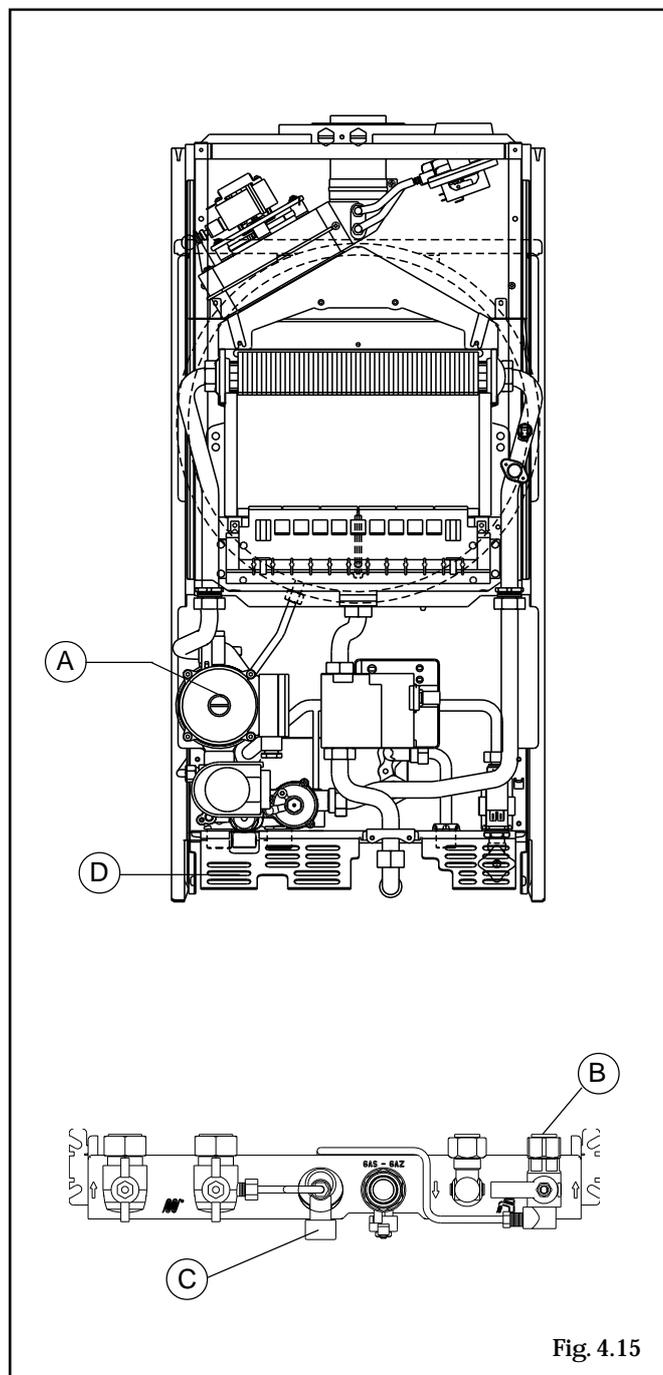

Fig. 4.15
- agir sur le levier de la soupape de sécurité (D sur la figure 4.15)
- placer le robinet d'entrée d'eau froide (B) sur la position "remplissage" (manette vers le bas) et ouvrir le petit robinet (C) du disconnecteur jusqu'à ce que la pression indiquée par le manomètre soit comprise entre 0,6 et 1,5 bar (fig. 4.15 et 4.16). Après remplissage, refermer le robinet (C) et placer le robinet (B) sur la position "ouvert" (manette vers le haut)